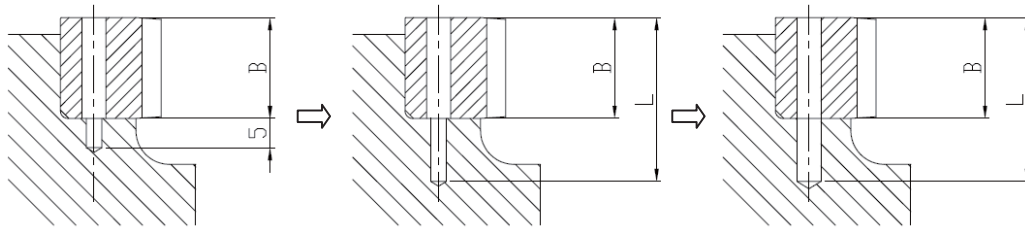

图 14
- 8.3.5 参考图 14 参考表 8 使用与齿条孔径相同的钻头，完成钻孔。